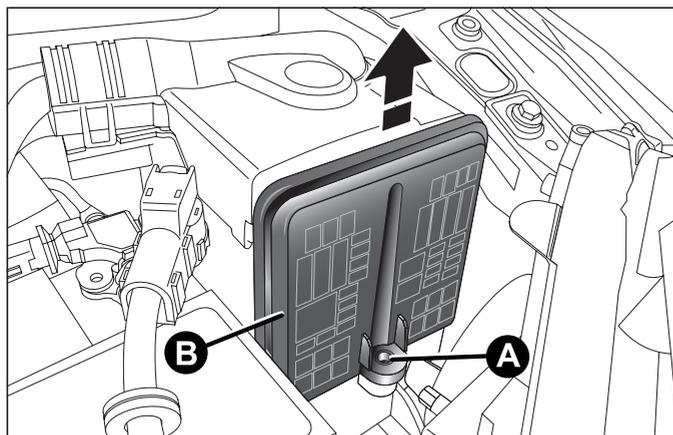

fig. 143
- dévisser la vis A fig. 143, retirer le couvercle B fig. 143 vers le haut. Le numéro d'identification du composant électrique correspondant à chaque fusible figure sur le couvercle fig. 144. Après avoir remplacé un fusible, s'assurer d'avoir bien refermé le couvercle B de la centrale des fusibles.